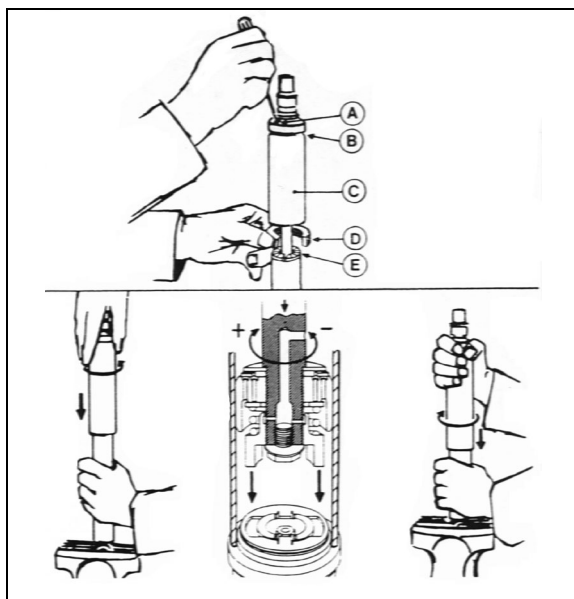

FIGURE 27: AMORTISSEUR PNEUMATIQUE 18643
Pour régler la vitesse du cycle d'ouverture et de fermeture sur l'amortisseur (Figure 27) :
2. Fermer complètement l'amortisseur tout en pivotant lentement le capot pare-poussière ou la tige piston dans le sens antihoraire jusqu'à sentir que les cames de l'écrou de réglage entrent dans les encoches de l'ensemble de clapets (Figure 27).
Voir Figure 27, s'il y a une échancrure (B) sur le capot pare-poussière (C) et que le capot possède deux trous (A), l'amortisseur est muni d'une butée en caoutchouc (D). Si tel est le cas, étendre complètement l'amortisseur et insérer une barre ronde ou un tournevis dans les trous. Pousser la butée en caoutchouc vers le bas et la retirer. Enlever la bague fendue en plastique (E) (le cas échéant) de la tige piston.
Si une butée de caoutchouc avait été installée, la remettre dans le capot pare-poussière. En fermant complètement l'amortisseur, la butée se placera dans la partie supérieure du capot pare-poussière. Remettre en place la bague fendue en plastique (E) (Figure 27)